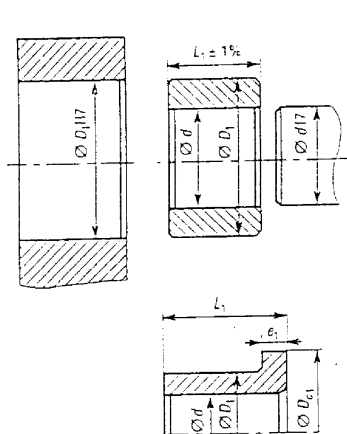

FIG.1
2.1.1. Liaison pivot glissant (figures 1 et 2 doc 5/6)
2.1.2. Liaison pivot (figures 1 et 2)